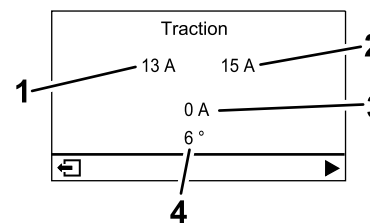

Figure 22
- **Écran du moteur de traction (Figure 22) :** indique l'angle de braquage et l'intensité attribués à chaque moteur de déplacement.